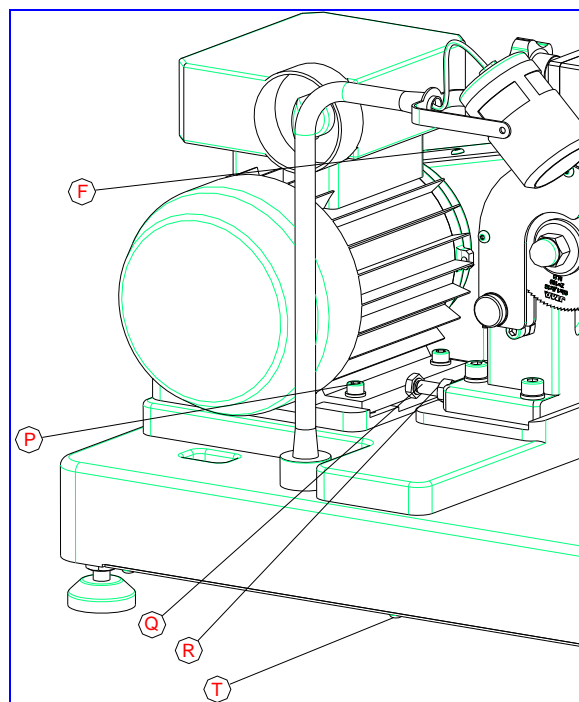

Fig. 17
2. Allentare le viti (T) che fissano la lamiera di protezione inferiore.
3. Allentare le quattro viti (P) che fissano il motore servendosi di una chiave a brugola e fissa.
5. Per tendere la cinghia, girare la vite (Q) che funge da arresto, muovendo la posizione del motore verso la parte posteriore; una volta tesa la cinghia, fissare la posizione inserendo il controdado e stringere le quattro viti (P) che fissano il motore.
6. Per sostituire la cinghia, eseguire le stesse operazioni illustrate per il tensionamento. Per inserire le cinghie nuove, allentare il coperchio di protezione della cinghia (F). Vedi Fig. 17